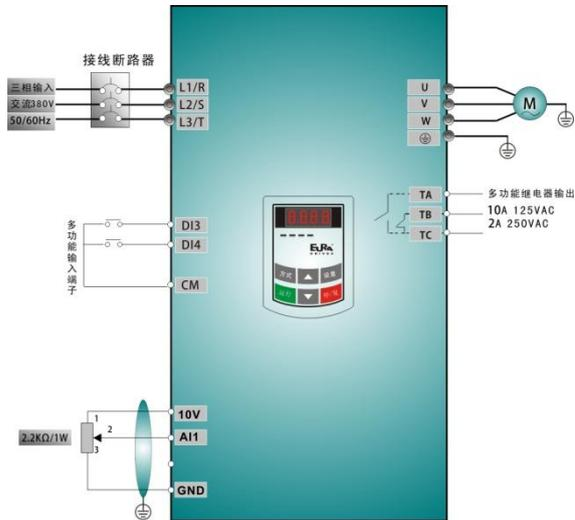

图 4-3 接线图 3
- (1) 按图 4-3 配线，检查接线正确后，合上空气开关，变频器上电。